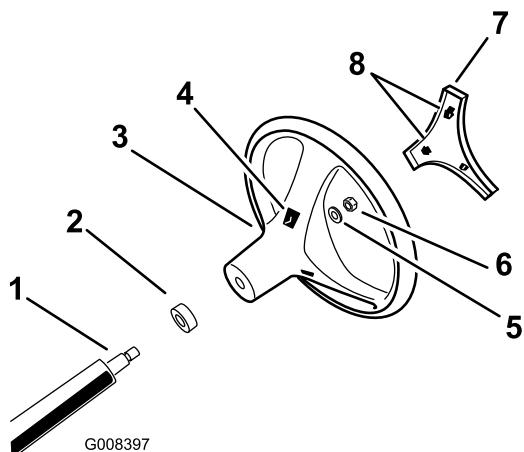

図 3
4. ハンドルをシャフトにはめ込み、ナットで固定する（図 3）。ナットを 24~30 Nmにトルク締めする。